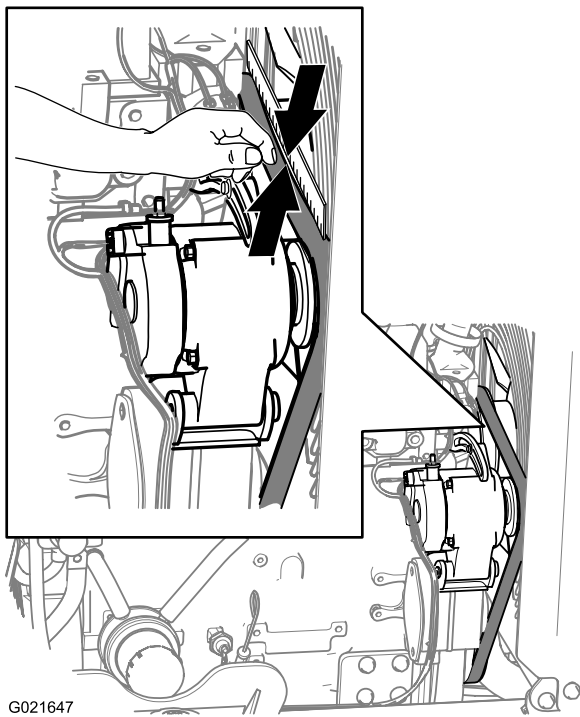

Figure 86
2. Placez une règle par-dessus la courroie d'entraînement et en travers des poulies, comme montré à la Figure 86.
- Appuyez sur la courroie à mi-chemin entre la poulie de ventilateur et la poulie d'alternateur, comme montré à la Figure 86.